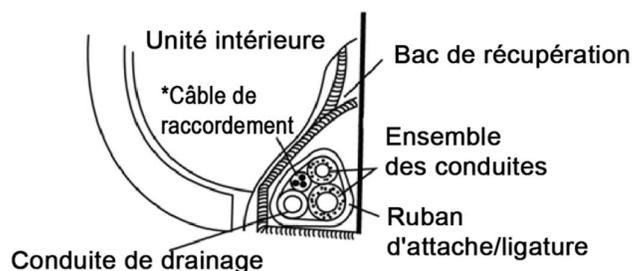

Fig. 17
- A. Regroupez la tuyauterie, le câble de connexion\*, et le tuyau de vidange avec des attaches pour rubans ou flexibles comme indiqué sur la (Fig.17).
- B. Assurez-vous de disposer la conduite de drainage de telle sorte qu'elle soit au point le plus bas dans le faisceau de conduites à la sortie de l'unité et dans le trou mural vers l'extérieur. (Fig. 17)